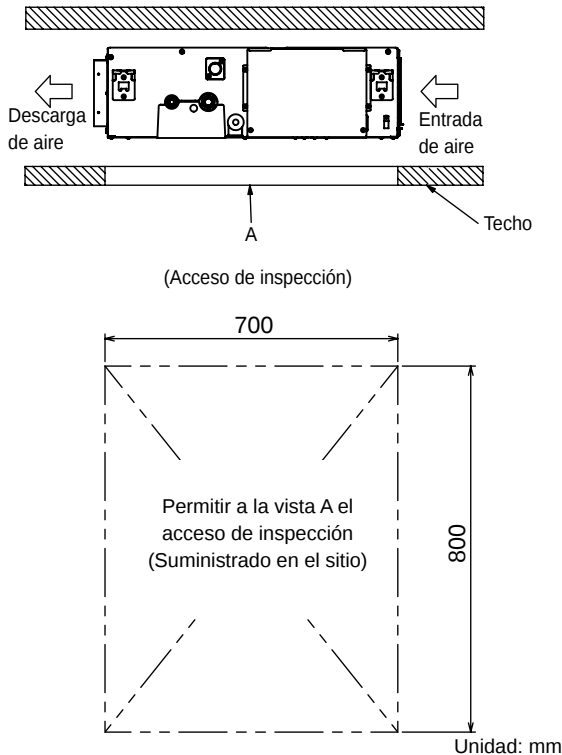

Fig. 3-72
- (1) Confirme la relación posicional entre la unidad y los pernos de suspensión. (Fig. 3-72)
- Instale la abertura de inspección en el lado de la caja de control en el que resulta sencillo mantener e inspeccionar la caja de control. La bomba de drenaje solo se puede inspeccionar desde la parte inferior de la unidad. De igual modo, instale la abertura de inspección en la parte inferior de la unidad. (Fig. 3-72)